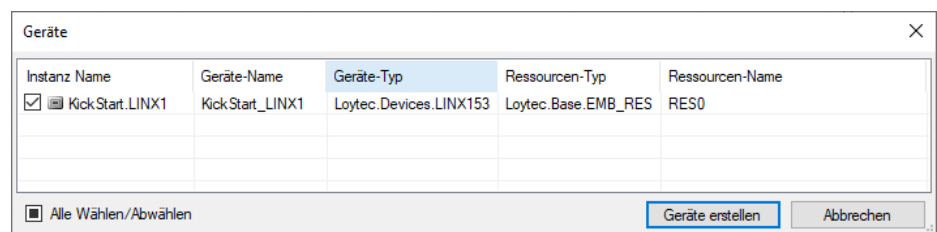

Abbildung 52: Wählen der zu erstellenden Geräte.
21. Wählen Sie in der Liste alle zutreffenden Geräte aus und klicken Sie auf **Geräte erstellen** (siehe Abbildung 52).